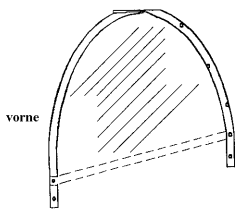

Abb. 1
Vorne befinden sich die Seitenrohrbügel ohne zusätzlich angebrachte Löcher (Abb. 1).
1. Insert the rounded side tubes (30) into the pockets of the side plastic (53) from above. At the front there are no additional holes for the rounded side tubes (Fig. 1).
1. Placez d'en haut les étriers tubulaires latéraux (30) dans les poches de la bâche latérale (53). Les étriers tubulaires latéraux se trouvent à l'avant, ils n'ont pas de perçages supplémentaires (fig. 1).
2. Enfoncez les contre-fiches latérales (33) à travers la poche inférieure de la bâche latérale (53).
1. Inserite i tubolari arcuati dei lati (30) dall'alto nelle cavità del film per i lati (53). Davanti si trovano i tubolari arcuati senza fori applicati addizionalmente (Fig.1).